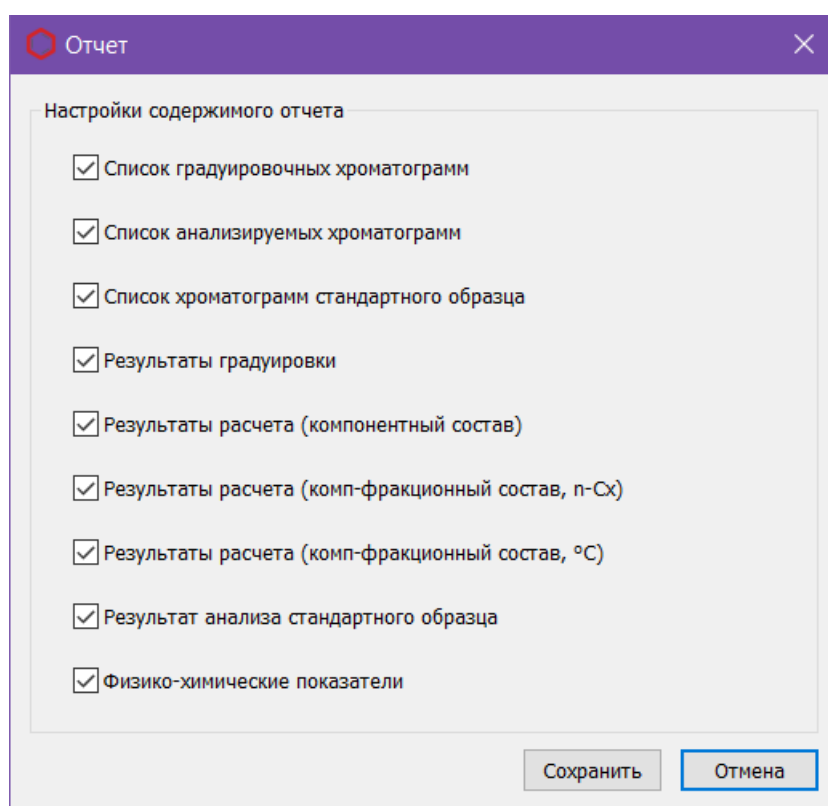

Рис. 6. Настройки отчёта
1. Чтобы сформировать отчёт, в основном окне программы нажмите **Отчёт**. Откроется окно *Отчёт* (Рис. 6).